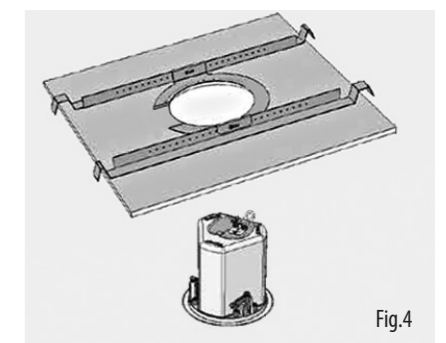

Fig.4
Bei Verwendung eines Kraftfahrers empfiehlt Tannoy eine Drehmomenteinstellung von 1,5 Nm. (Abb.4)
7. Setzen Sie das Gitter ein, indem Sie es auf den Lautsprecher drücken. (Abb.4)